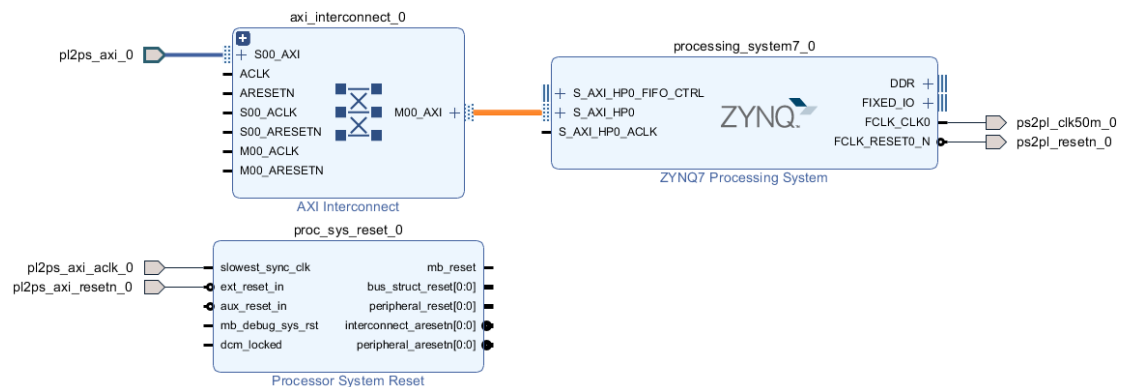

图 1-23 连接 HP 接口
3. 连接 AXI Interconnect 核的 M00_AXI 接口和 ZYNQ 核的 S_AXI_HP0 接口，如图 1-23 所示：